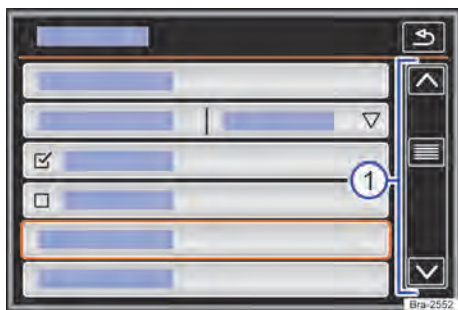

Fig. 111 Representação esquemática: entradas de lista, menu de configurações.
Se em uma exibição de lista houver mais registros selecionáveis do que podem ser visualizados, são mostradas superfícies de função para a rolagem ou uma barra de rolagem à direita na imagem → Fig. 111 ①.
As entradas de lista podem ser acessadas pelo toque direto no display, ou por meio do botão de regulagem → Fig. 111 ①.